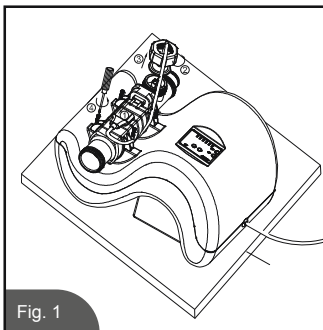

Fig. 1
1. Koppla bort kabeln till elektrolyscellen. Lossa låsmuttern på flödessensorn genom att vrida den moturs och koppla bort flödessensorns signallinje från själva flödessensorn. Skruva därefter loss de fyra skruvarna och lag elektrolyscellen åt sidan. (Se Fig. 1)